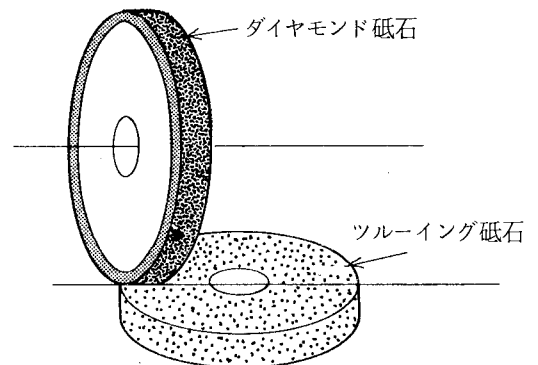

図2-13
- ② ダイヤモンド砥石を手動で下方に送りツルージング砥石の外周に近い部分に近づける(図2-13)。
- ③ ビニールシートでおおって研削液を注水する。